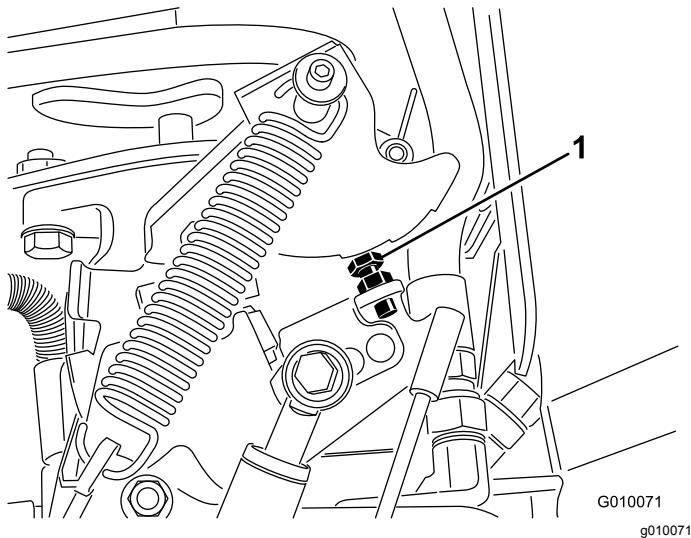

Figura 70
6. Se for necessário algum ajuste, rode o parafuso de paragem da bomba (Figura 70) para mais perto da placa de bloqueio para diminuir o intervalo entre furos ou rode o parafuso de paragem para o afastar da placa de bloqueio e assim aumentar o intervalo entre furos.